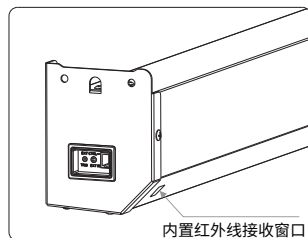

图20
- 1、当内置红外线接收窗口没有被任何物体遮挡时, 您可以使用内置红外线遥控控制银幕的上升、停止、下降(如图20)